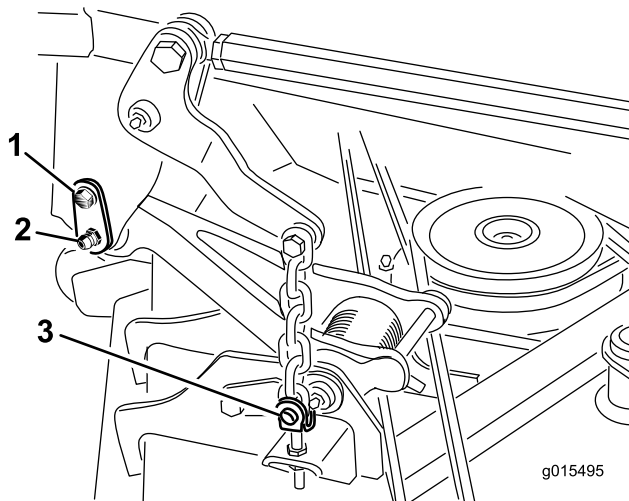

图1
- 卸下将固定销固定到承载架的轴肩螺丝 图1。
8. 卸下将刀盘提升链固定至剪草刀盘调节挂钩的 4 个环形销和柱销 图1。